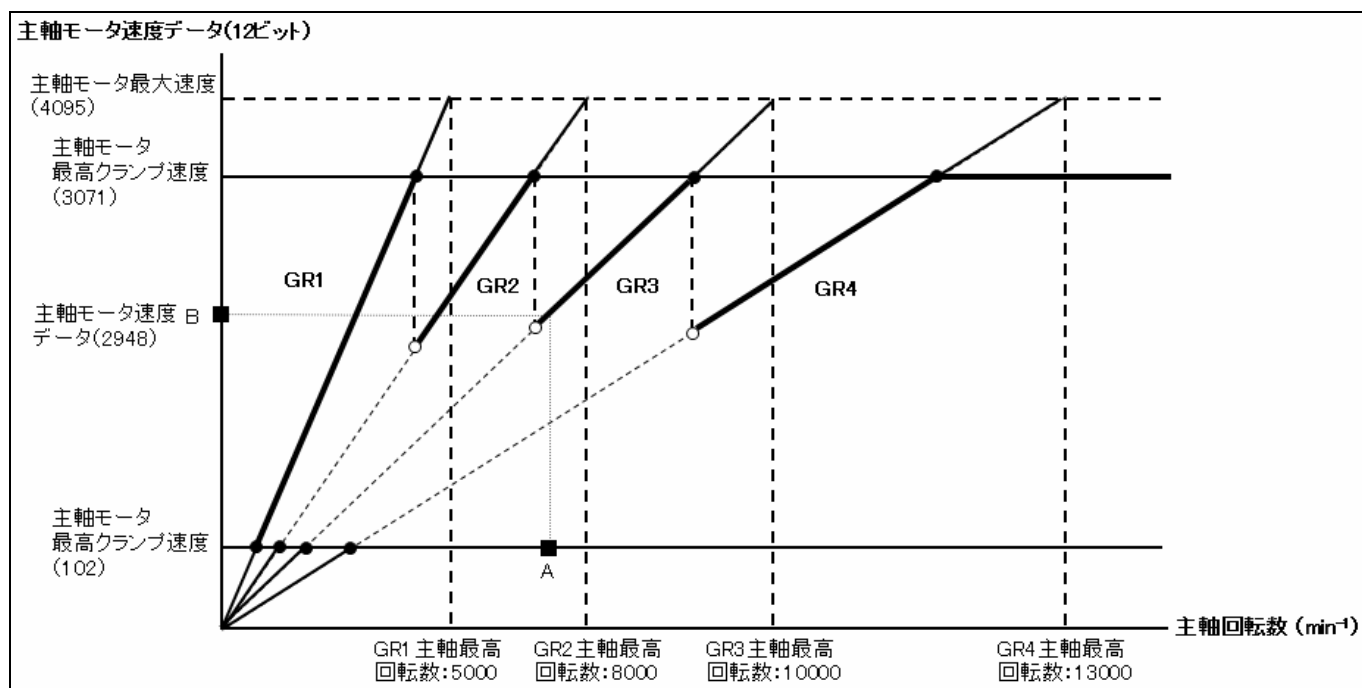

図4.1.7 (a) 主軸回転数に対する主軸モータ速度データの算出
(1) で算出した主軸モータ最低・最高クランプ速度とギア 1~4 の主軸最高回転数から、各ギアの主軸最低・最高回転数データを算出します。(図 4.1.7(a)参照)